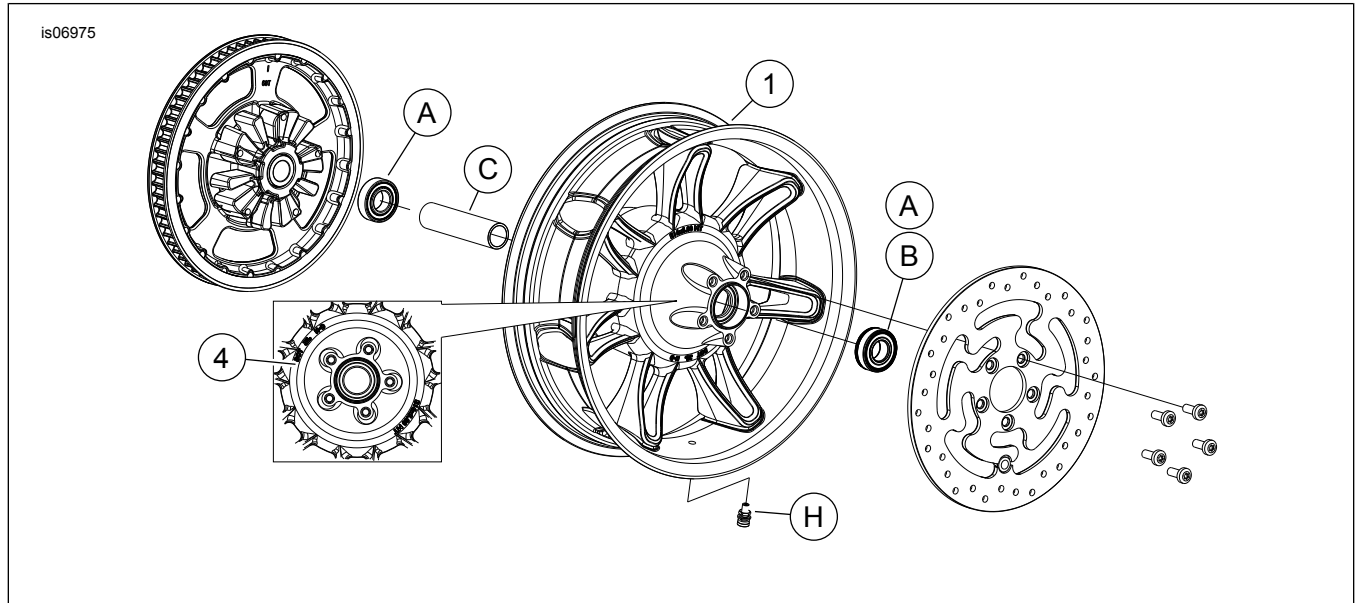

Abbildung 1. Ersatzteile: „Chisel“-Hinterrad (16-Zoll-Rad abgebildet)
Siehe Abbildung 1 und Ersatzteiletabellen.
2. Siehe Abbildung 1. Die Ventilschaft-Baugruppe (H) am Rad anbringen. Siehe Werkstatthandbuch.